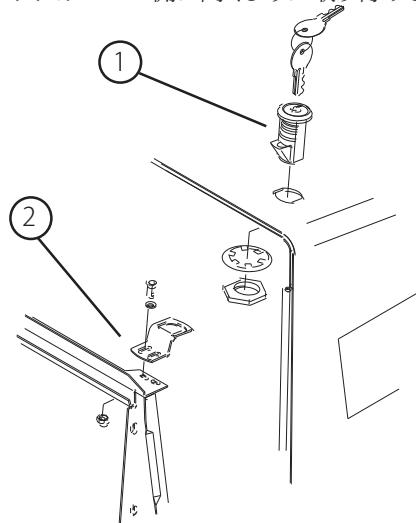

図 3
3. 錠を取り付ける (ロックワッシャ、ナットを使用する)。錠のラッチがマシン側に向くように取り付ける (図 3)。
4. ラジエターのサポートにラッチ用ブラケットを仮止めする (1/4 × 3/4 in キヤップスクリュー、平ワッシャ、ロックナットを使用する) (図 3)